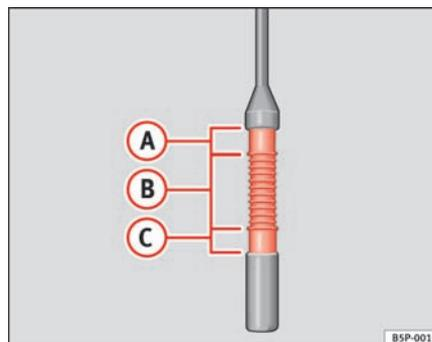

Fig. 127 Varilla de medición del nivel de aceite.
- A continuación, vuelva a extraerla y compruebe el nivel de aceite ⇒ **fig. 127**. En caso necesario, reponga aceite del motor. ▶